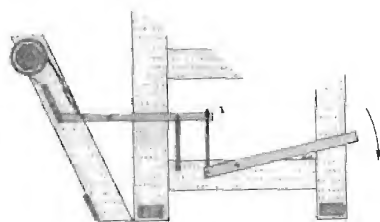

Fig. 487
- Si votre métier est équipé d'un frein à friction tel qu'illustré aux figures 487, 488, 489, pour avancer la pièce, il faut :